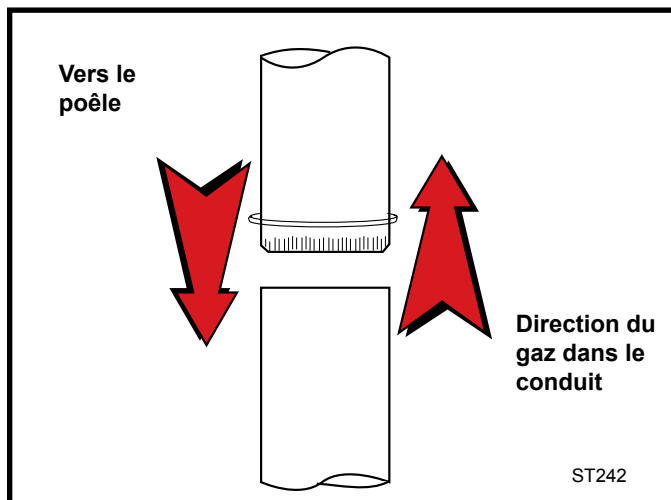

Fig. 5 Les sections gaufrées doivent toujours être orientées vers le poêle afin d'éviter les fuites de liquide de condensation.
1. Insérez la première extrémité gaufrée dans la buse du poêle et dirigez chacune des extrémités gaufrées vers le poêle (fig. 5). En utilisant les trous de la buse comme guides, percez des trous de 3 mm (1/8 po) dans le bas de la première section du carneau et vissez-la à la buse au moyen de trois vis à tôle de n° 10 x 1/2 po.